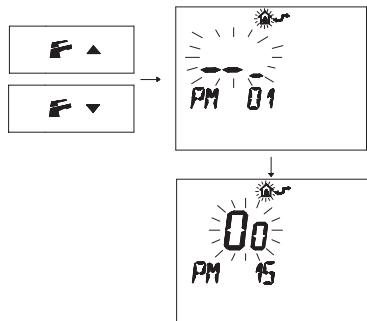

Figura 5.25
- Pulse los botones o para visualizar la programación "PM15" de habilitación de la sonda externa (Figura 5.25).